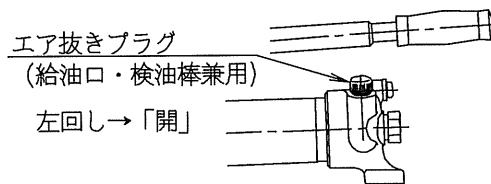

図1.
(1) 操作する前に必ずエア抜きプラグを緩めて下さい。(1~2回転以上)(図1. 参照)